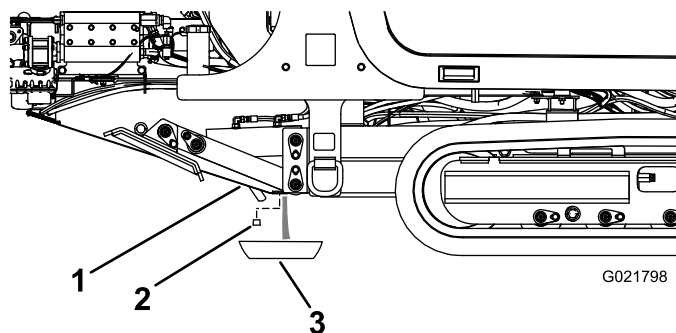

Рисунок 128
3. Ослабьте сливную пробку, пока из отверстия не начнет выходить вода и осадок (Рисунок 128).